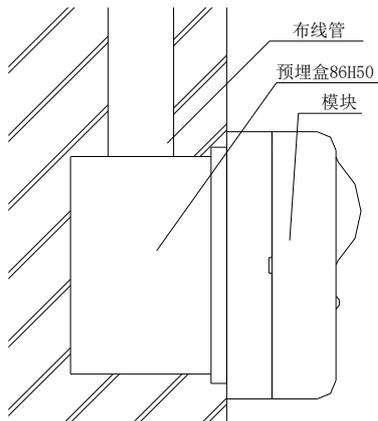
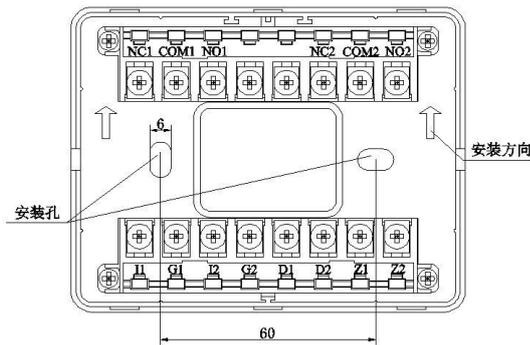

图2 进线管预埋示意图
图3 端子示意图
3. 监控模块采用线管预埋安装，将底盒安装在 86H50 型预埋盒上，安装孔距为 60mm(参见图 3)，安装示意图如图 2 所示。
4. 监控模块端子示意图如图3所示。